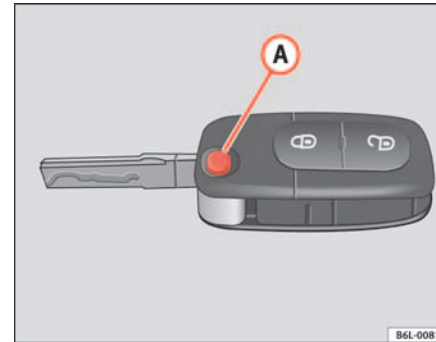

Abb. 46 Klappbarer Schlüssel
**Zum Herausklappen** des Schlüsselbarts, drücken Sie den Knopf. Der Schlüsselbart wird durch Federwirkung herausgeklappt. ⇒ Abb. 46. ▶
Um den Schlüsselbart wieder einzuklappen, drücken Sie den Knopf und schieben Sie den Schlüsselbart ein, bis er einrastet. ⇒ Seite 80, Abb. 46.